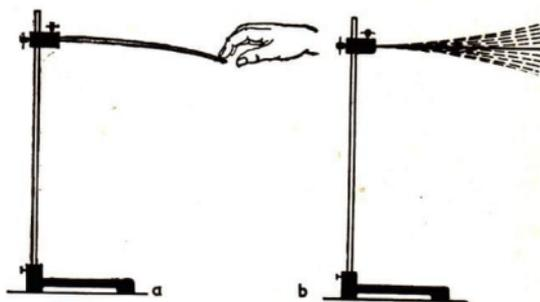

Abb. 34/1. Biegen einer Stricknadel
**2. Elastizität.** Ein Gummiball verändert seine Form, wenn man ihn zusammendrückt. Er nimmt sie aber wieder an, wenn die Kraftwirkung aufhört. Auch an vielen anderen Körpern kann man beobachten, daß sie durch die Wirkung einer Kraft geformt werden. Eine Rasierklinge, ein Stahllineal, eine Stricknadel oder eine Holzleiste lassen sich biegen (Abb. 34/1a). Hört aber die Wirkung der Kraft auf, dann schnellen sie in die ursprünglichen Formen zurück. Unter Umständen schwingen sie dabei mehrmals hin und her (Abb. 34/1b). Das ist auf eine Eigenschaft der Stoffe zurückzuführen, aus denen die Körper bestehen. Diese Eigenschaft nennt man *Elastizität*. Die Stoffe sind *elastisch*. Körper aus elastischen Stoffen nennt man *elastische Körper*.